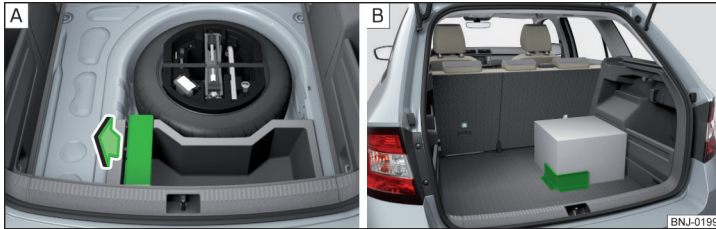

Abb. 112 Cargo-Element herausnehmen / Befestigungsbeispiel der Ladung
- Vor dem Gebrauch das Cargo-Element in Pfeilrichtung herausnehmen » Abb. 112 - [A].
- Die Ladung mittels des Cargo-Elements möglichst in der Nähe der Rücksitze befestigen » Abb. 112 - [B].